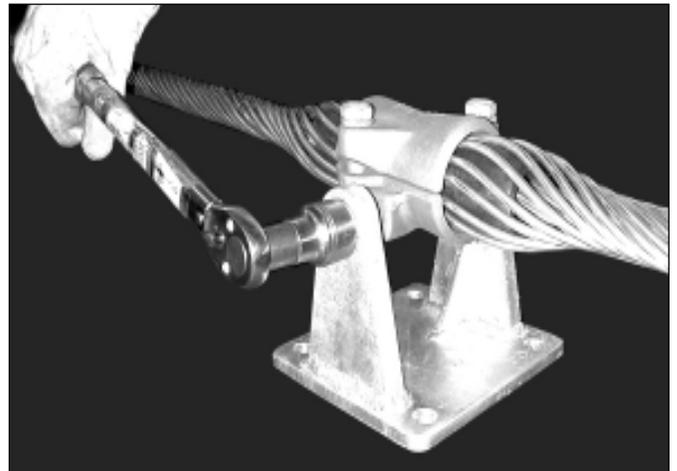

FIGURA 10
4.2 Alinear el tornillo con el agujero de la grapa y aplique un torque de 7,6 kgf.m (Figura 10).